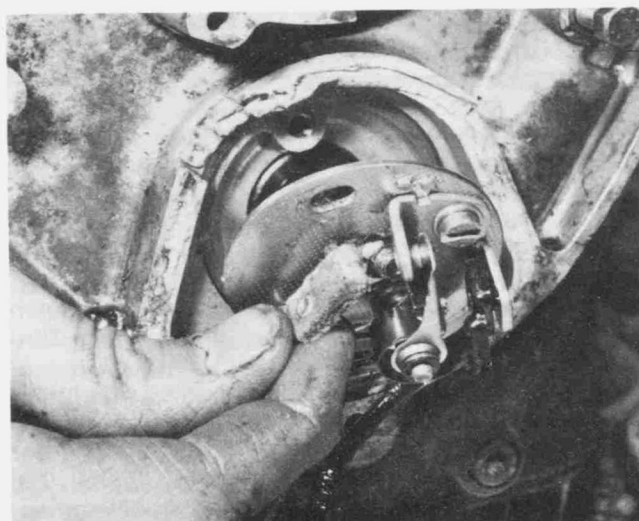

Bild 229
- Falls erforderlich, die Unterbrecherplatte wie folgt ausbauen: Unterbrecherplatte und umgebenden Gehäusestand kennzeichnen, damit die Unterbrecherkontakte zum schnellen Wiedereinstellen in genau der gleichen Lage wieder eingebaut werden können. Die beiden Linsenschrauben (eine hält die Kabelklemme) herausdrehen und die Zahnscheiben sowie die Unterbrecherplatte ausbauen (Bild 229).